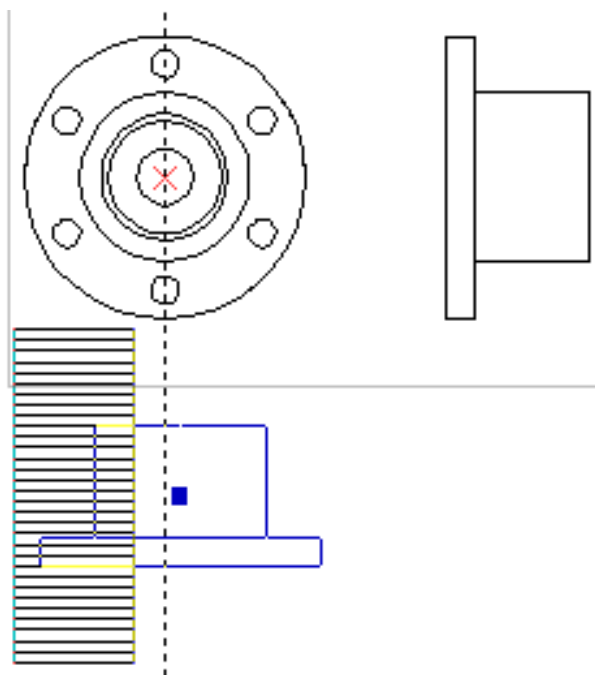

Рисунок 7.12 – Ограничение местного вида
6. Для создания границ местного вида доступны следующие опции, с их помощью необходимо ограничить местный вид (рисунок 7.12).